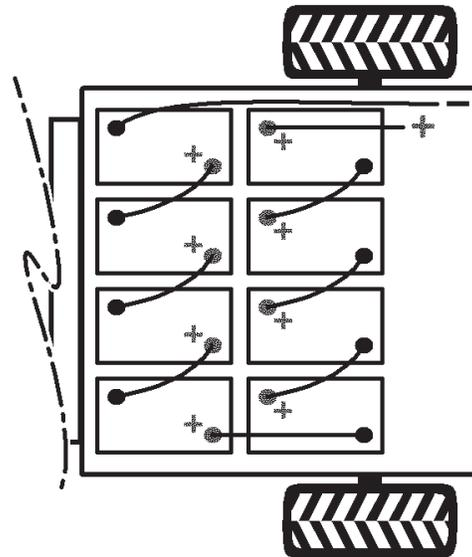

Figura 32
9. Conecte las baterías entre sí con los cables retirados anteriormente, según lo indicado en la Figura 32.